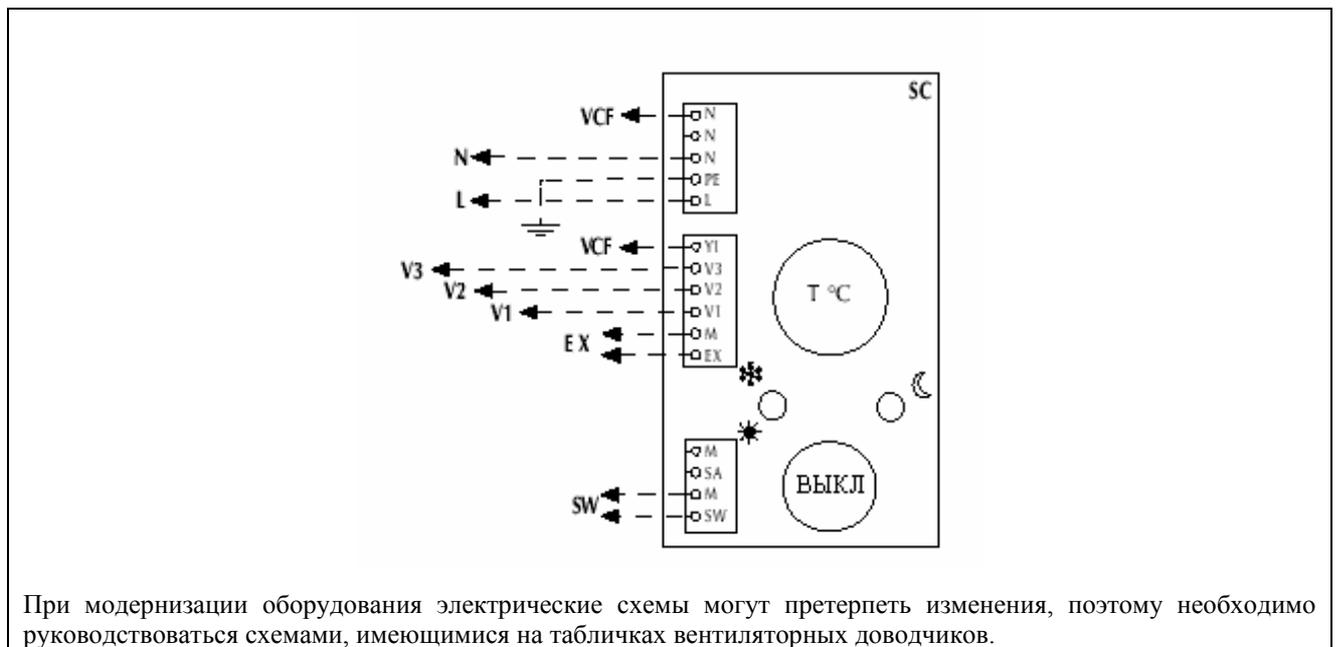

Рис. 15
- Подведите соединительный кабель и подключите его в соответствии со схемой, приведенной на Рис. 15.
При использовании панели для управления вентиляторными доводчиками типов FCX U и OMNIA HL или UL руководствуйтесь прилагаемыми к ним электрическими схемами. Подключите микропереключатель (MS) панели, который управляет раскрытием жалюзи доводчиков, последовательно с линией питания панели. (См. электрическую схему на Рис. 15.)